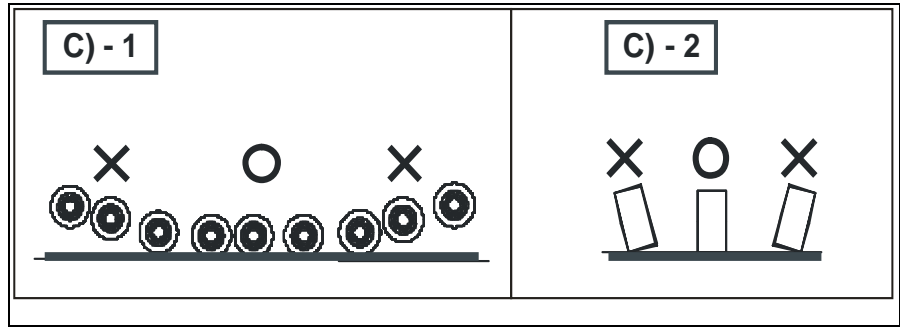

Fig. 11
C) Nivelando os rolos: desça o alimentador para a mesa (C-1 e fig. C-2, ver fig. 11) .